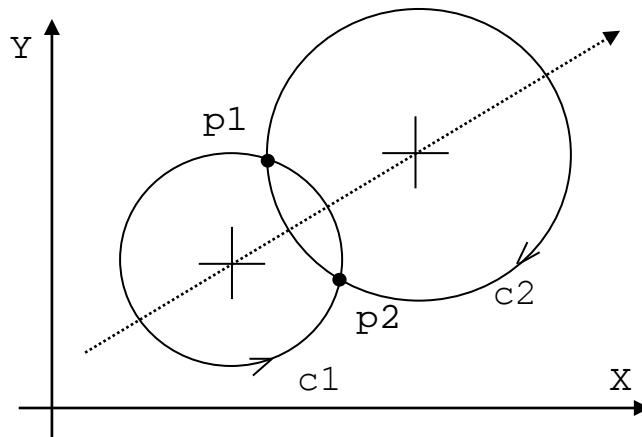

Рисунок 2.56
- точка пересечения двух окружностей (рисунок 2.56):